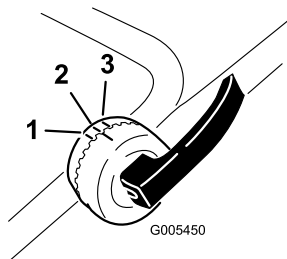

Figura 4
2. Sbloccate i dispositivi di fermo della stegola superiore, girate la stegola verso l'alto e bloccatela nella posizione che trovate più comoda (Figura 4).
Nota: Potete regolare la stegola superiore in tre posizioni. Allineate il segno ad uno dei tre segni previsti sul lato interno dei dispositivi di bloccaggio della stegola superiore (Figura 4).